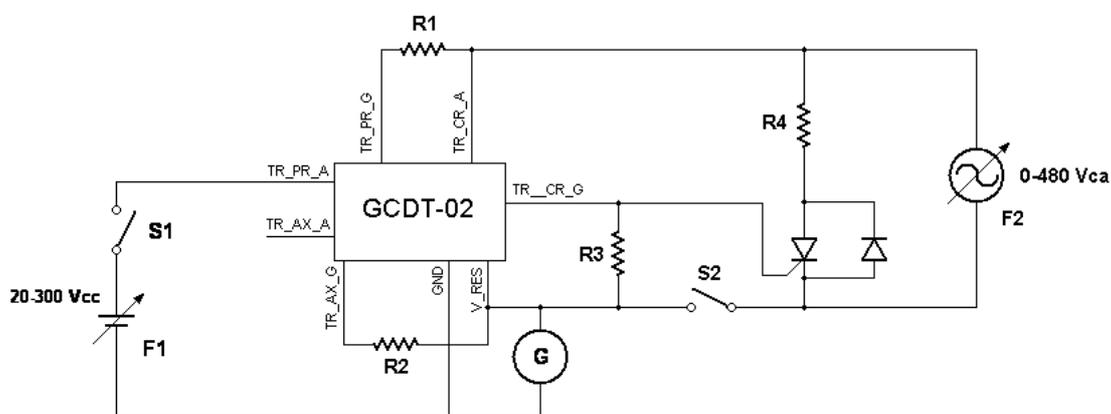

FIGURA 2.1 - CIRCUITO DE TESTE
1. Montar o circuito da Figura 2.1;
4. Ligar o gerador de sinal (G) nos terminais indicados na figura;